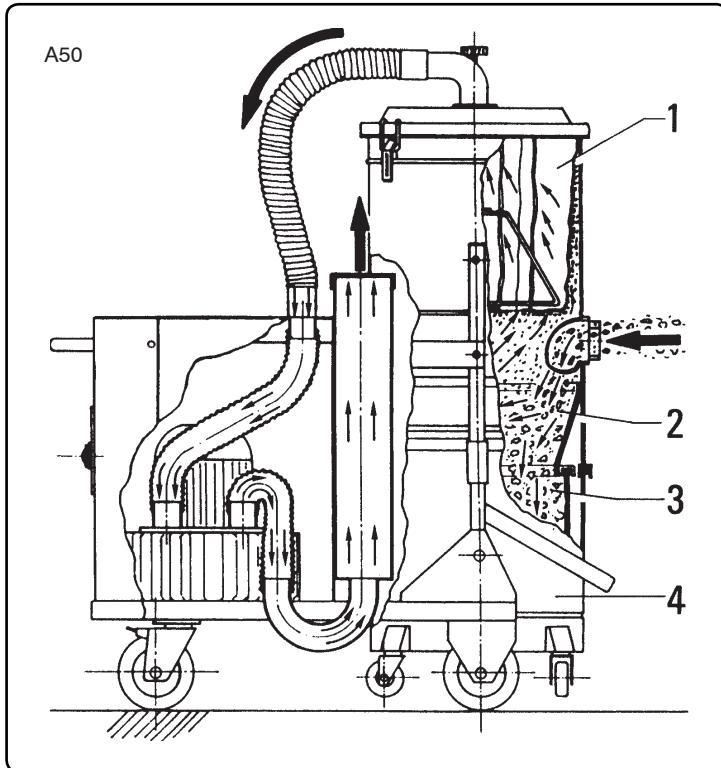

Fig. 6.7.1
- a - Filter “1” Abb. 6.7.1 der Kategorie Canstatt der Gruppe G;